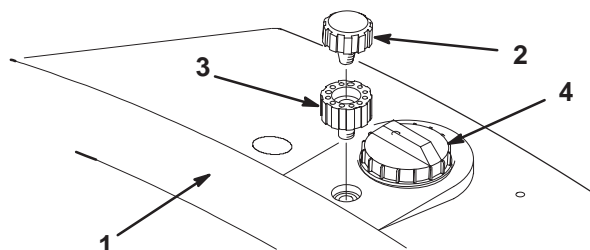

Figure 6
1. Retirez le chapeau de reniflard du réservoir hydraulique (Fig. 6).
2. Vissez le prolongement du reniflard dans le réservoir hydraulique (Fig. 6).
3. Vissez le chapeau de reniflard dans le prolongement du reniflard (Fig. 6).